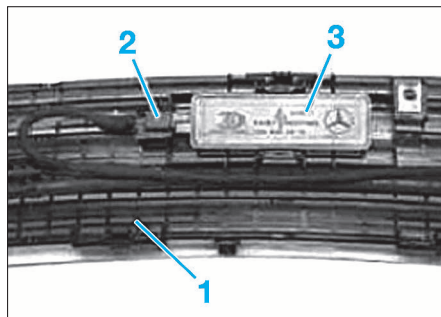

FIG. 15
- Dépose la grille d'admission d'air du capot (1) (Fig.15).
- Déverrouiller et débrancher le connecteur (2) (sous le recouvrement d'auvent).
- Déclipper et déposer le capteur solaire (3).